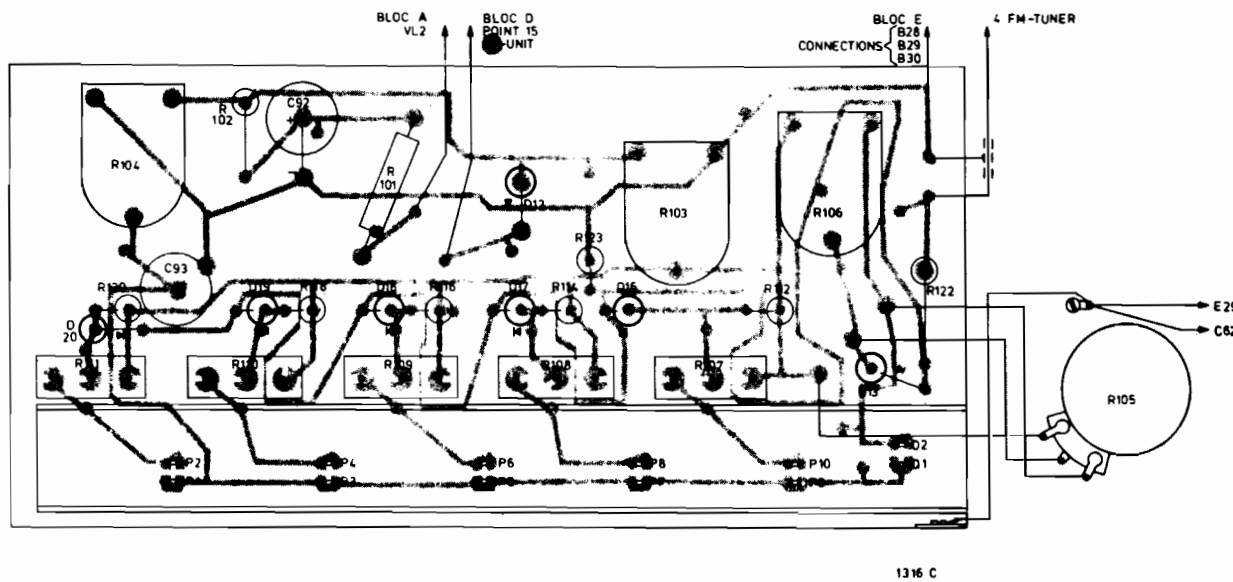

Fig. 3
1. De voeding is gewijzigd volgens fig. 1 en fig. 3.
2. Het FM-preselectiegedeelte is gewijzigd volgens fig. 2 en fig. 3